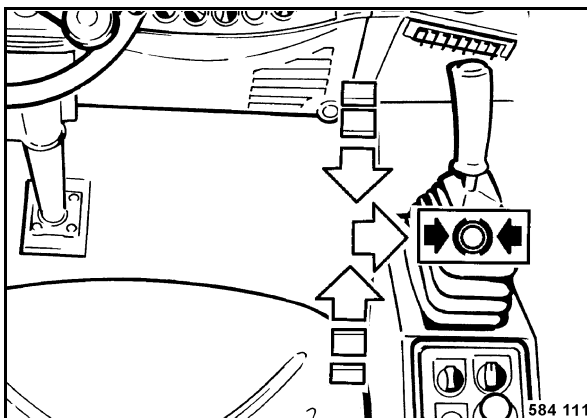

Fig. 59
- Desplazar la palanca de marcha (Fig. 59) poco a poco a posición "neutral", y encajarla hacia la derecha en posición de freno.